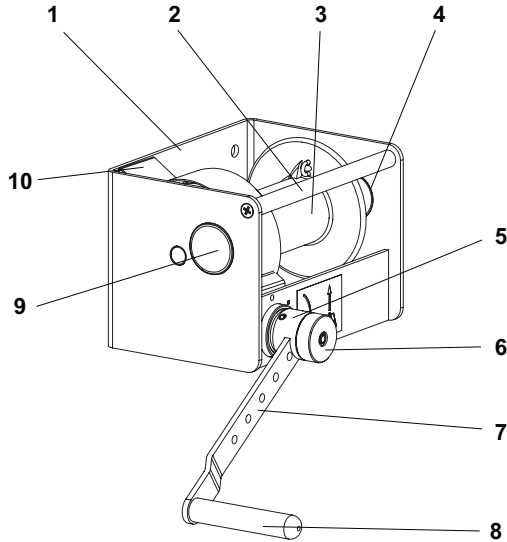

Abb. 2
Bei Betätigung der Kurbel (Pos. 4, Abb. 1 oder Pos. 7, Abb. 2) in der angegebenen Drehrichtung (Abb. 12) wird die Materiallast angehoben; Wenn der Bediener die Kurbel in Gegenrichtung dreht, wird die Materiallast abgesenkt. Die Länge der Kurbel kann durch eine Einstellvorrichtung ausschließlich für die caRol-Duratech-Winde 250 (Pos. 6, Abb. 2) eingestellt werden.
- einem Gehäuse (Pos. 1, Abb. 1 oder Pos. 1, Abb. 2) zur Befestigung der caRol-Duratech-Winde,
- einem Tragegriff (Pos. 2, Abb. 2) für den Transport der caRol-Duratech-Winde 250,
- einem Schutzgehäuse (Pos. 3, Abb. 1 oder Pos. 10, Abb. 2), das Getriebe vor Spritzern und Stößen der Installation, Benutzung, beim Transport und bei der Lagerung des Geräts schützt und die sichere Benutzung des Geräts durch den Bediener ermöglicht.
- Das Gehäuse (Pos. 10, Abb. 2) entfernen
- Das Gehäuse (Pos. 10, Abb. 2) wieder aufsetzen.
- Den Knopf (Pos. 6, Abb. 2) herausziehen.
- Den rechteckigen Abschnitt der Kurbel in die Nabe (Pos. 5, Abb. 2) einführen, der Griff (Pos. 7, Abb. 2) muss zur Außenseite der Winde gerichtet sein.
- Die Länge der Handkurbel (Pos. 7, Abb. 2) auf die gewünschte Länge einstellen.
- Den Knopf (Pos. 6, Abb. 2) loslassen.
- Die Achse im Zentrum des Knopfs und der Knopf (Pos. 6, Abb. 2) müssen in ihre Ausgangsposition zurückkehren. Die Achse darf nicht über den Knopf überstehen. Wenn die Achse übersteht, bedeutet dies, dass die Kurbel nicht verriegelt ist.